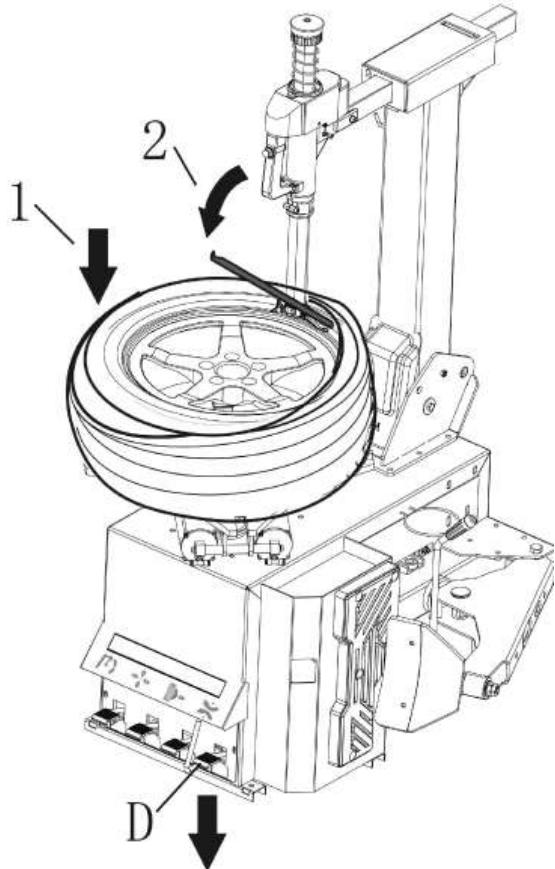
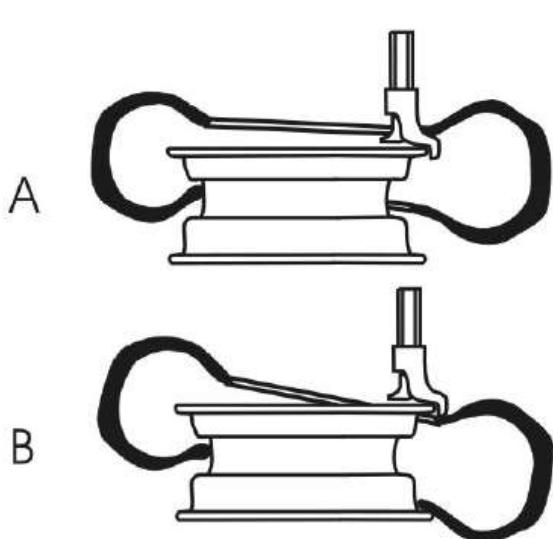
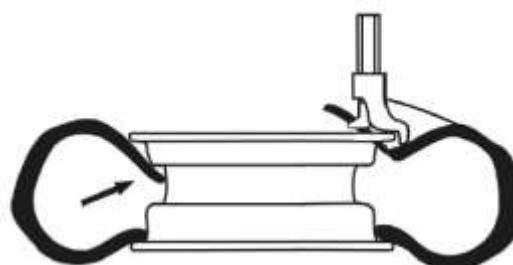

Abb. 33
Abb. 39
Abb. 40
- Heber ins Rad nahe am Montagekopf setzen (Abb. 33).
- Pedal D so drücken (Abb. 33), dass sich der Drehtisch im Uhrzeigersinn dreht, bis sich die Schlauchfelge überzieht.
Bricht die Demontage ab, arretieren Sie den Drehtisch, heben Sie das Pedal D (Abb. 33) und drehen Sie den Tisch gegen den Uhrzeigersinn.
- Mittleren Reifenteil anpressen. Pedal D (siehe Abb. 33) durchdrücken, sodass sich der Drehtisch im Uhrzeigersinn dreht, wodurch der untere Reifenwulst ganz in den Reifenschlitz einfährt (siehe Abb. 39-A).
- Um den oberen Reifenwulst zu installieren, positionieren Sie den Reifen korrekt und korrigieren Sie die Position des Reifenwulstes (analog zur Montage des unteren Reifenwulstes in Abb. 39-B). Reifen entgegen den Montage- / Demontage-Kopf, nach unten hin zum Felgenbett drücken (Abb. 40).
- Pedal D (Abb. 33) durchdrücken, damit sich der Drehtisch dreht, und gleichzeitig auf den Reifen Druck ausgeübt wird. Wenn nur noch 10~15 cm übrig bleiben, langsamer machen, so dass der Reifenwulst nicht beschädigt wird. Motor stoppen, falls sich eine Beschädigung andeutet. Pedal L heben, Drehtisch gegen den Uhrzeigersinn drehen. Tun Sie dasselbe, wenn der Reifen seine ursprüngliche Form wieder angenommen hat.